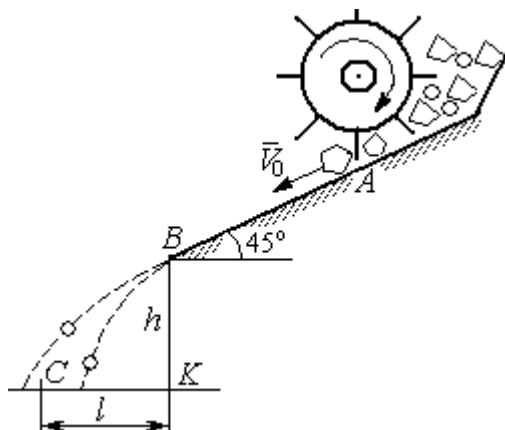

Рис. 4.1. Разделение частиц по трению
**Задача 41.** При обогащении по трению разделение частиц производится следующим образом. Барабанный питатель (рис. 4.1) сообщает частице в точке  $A$  сортировочного стола  $AB$  начальную скорость  $V_0$ , направленную вдоль поверхности стола, наклоненного под углом  $\alpha$  к горизонту. Нижний край стола в точке  $B$  поднят на высоту  $h$  над уровнем пола. Частица скользит по столу, испытывая силу трения скольжения с коэффициентом трения  $f$ . Дойдя до края стола в точке  $B$ , частица отрывается от него и совершает свободное падение с высоты  $h$ . На каком расстоянии  $CK = \ell$  на полу нужно установить стенку приёмного устройства, чтобы частицы с коэффициентом трения меньше заданного  $f < f_1$  перелетали за точку  $C$  и попадали в приёмник, а с большим коэффициентом  $f > f_1$  – не долетали до него.
Из условия задачи следует, что частица с коэффициентом трения, равным заданному,  $f = f_1$  в конце своего движения (скольжение по столу + свободное падение) должна попасть ровно в точку  $C$  (см. рис. 4.1).